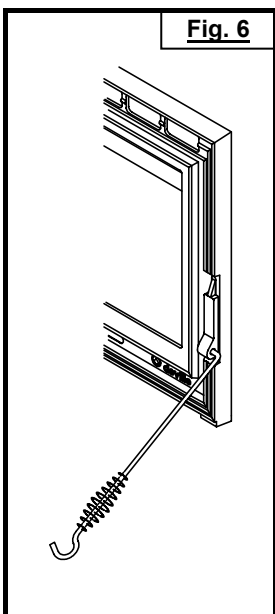

Fig. 7
- O rodo permite remover a cinza da grelha (**Fig. 7**).